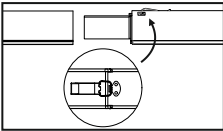

Рис. 4
- Внимание!** Обязательно зафиксируйте осветительные приборы между собой с помощью замка на корпусе (рис. 4).